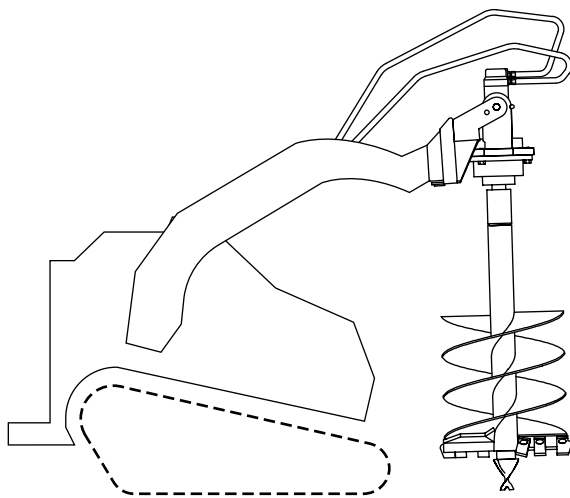

Рисунок 6
8. Приподнимите шнек с земли (Рисунок 6).
- Установив шнек в вертикальное положение, наклоните пластину навесного оборудования назад, до контакта приводной головки с пластиной навесного оборудования, чтобы стабилизировать шнек и предотвратить его свободное раскачивание (Рисунок 6).